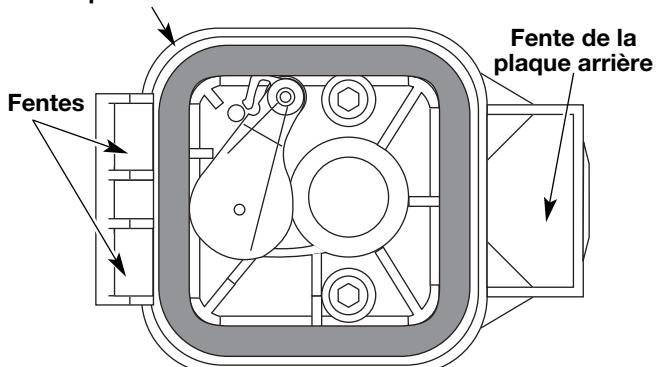

Figure 34
6. Replacez le filtre (Fig. 34).
7. Réinstallez le couvercle du filtre à air Placez les crochets à gauche du filtre à air dans les fentes à gauche de la plaque arrière (Fig. 34).
8. Pivotez le couvercle vers la droite jusqu'à ce que la languette du couvercle du filtre s'enfonce d'un déclic dans la plaque arrière (Fig. 34).